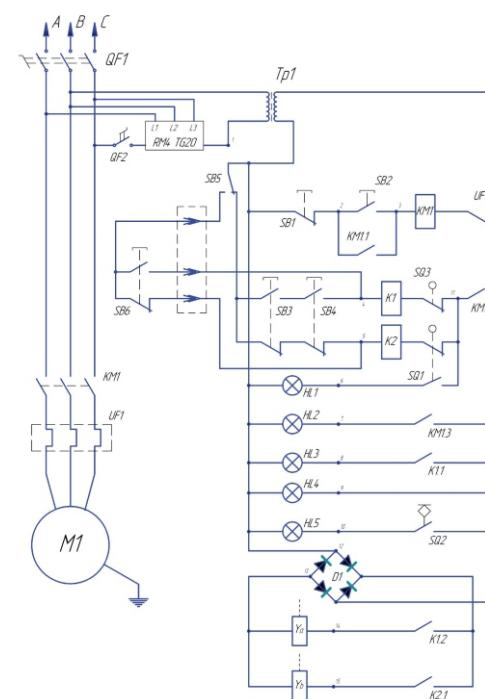

Рис.3. Электрическая схема пресса
8.3. Подключить пресс к электросети при помощи кабеля сечением 4 кв.мм согласно электросхеме рис.3.
Переключатель SB5 задает вид органов управления (кнопки или педаль). Конечный выключатель SQ1 ограничивает величину подъема, отключая реле K2; при этом загорается лампа HL1 «исходное положение». Защита электродвигателя от перегрузки осуществляется тепловым реле UF1. Электрическая схема пресса представлена на рис. 3